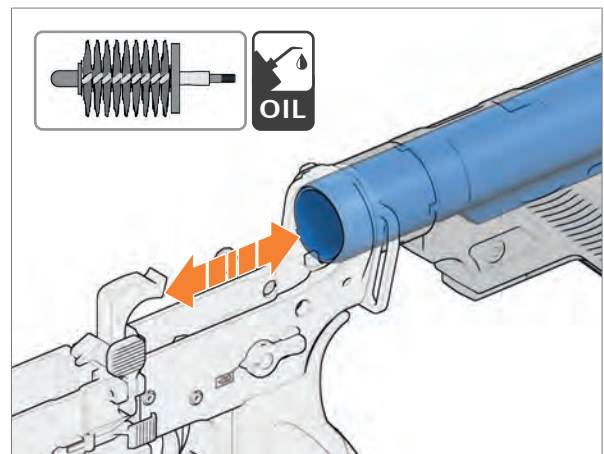

Abb. 102: Verlängerung innen einölen
3. Reinigungsbürste durch Ölbürste für Verlängerung ersetzen (Abb. 102).
4. Verlängerung innen mit eingölter Ölbürste einölen (Abb. 102).